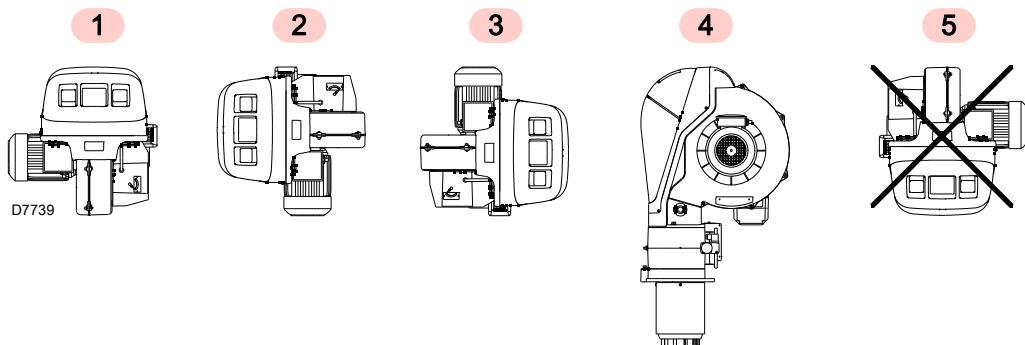

图 14
- 燃烧器设计为仅能安装在位置 1, 2, 3 和 4 (图 14)。